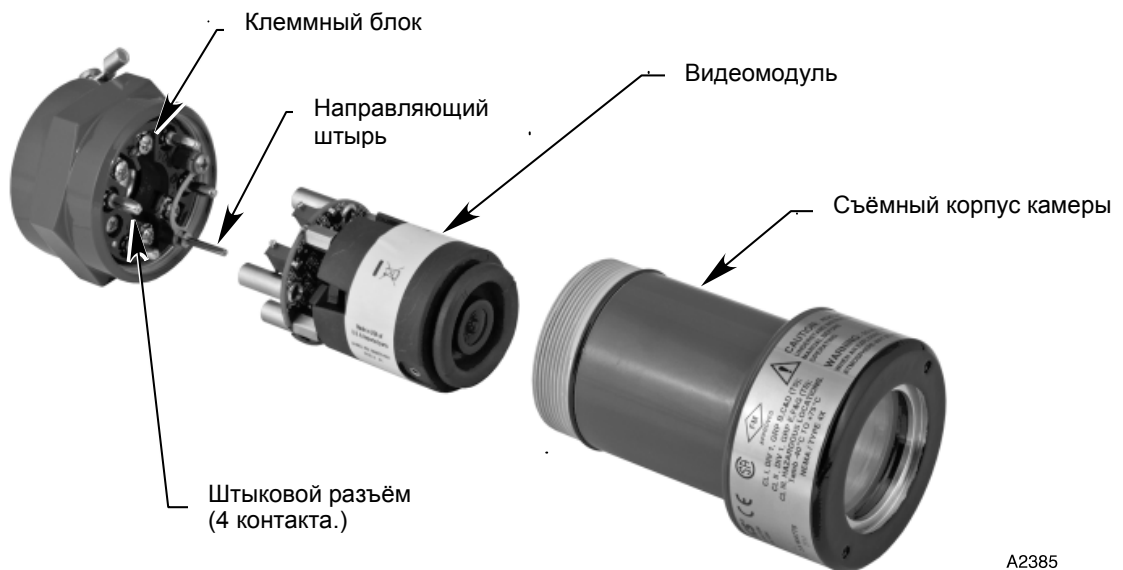

Рис. 5. Внешний вид видеокамеры xWatch.
1. Снимите корпус камеры, поворачивая его против часовой стрелки. Детализовка видеокамеры показана на рис. 5.